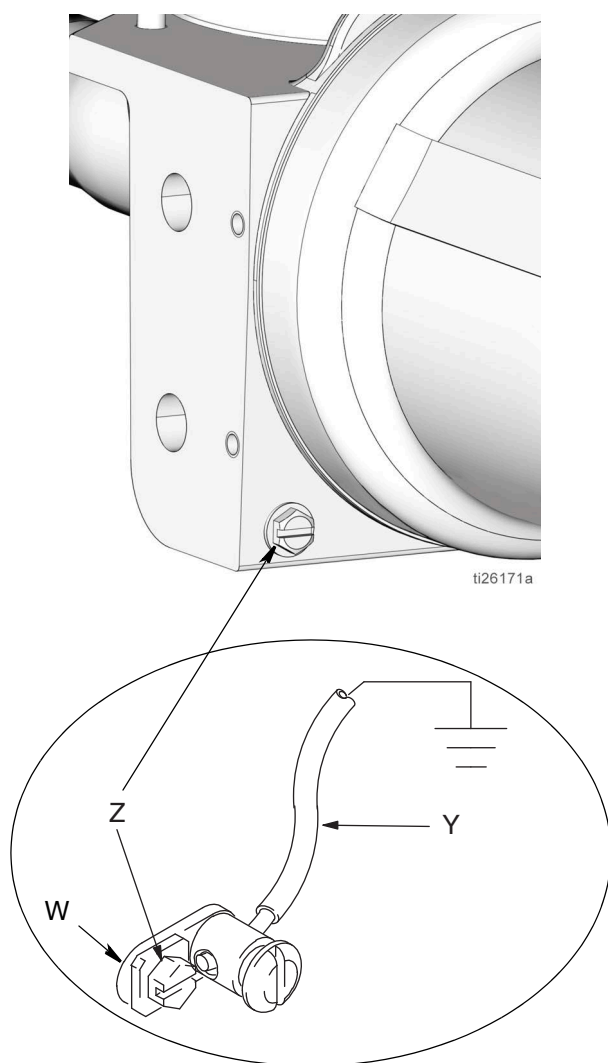

FIG. 2
Mise à la terre de la pompe : Retirer la vis de mise à la terre (Z) située au dos de la base de la pompe et l'insérer dans l'œillet de la cosse à anneau (W) à l'extrémité du fil de terre (Y). Reposer la vis de mise à la terre (Z) sur la pompe et bien la serrer. Raccorder l'autre extrémité du fil de mise à la terre à une véritable prise de terre. Voir Fig. 2.